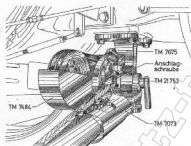
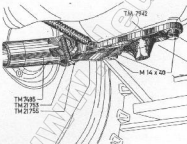

Abb. 10
Abb. 11
7. Die kpl. montierte vordere Abstützung wird am Lagerkopf TM 7073 durch den Lugerbolzen TM 21753 mit der vorderen Lagerplatte TM 7075 verbunden und durch den Klappsplint TM 21755 gesichert (Abb. 10).
8. Dann wird das hintere Tragrohr am Lagerkopf TM 7485 mit der hinteren Lagerplatte TM 7942 durch Einstekken des Lagerbolzens TM 21753 verbunden und durch den Klappsplint TM 21755 gesichert (Abb. 11). Hierbei ist es zweckmäßig, die beiden Befestigungsschrauben M 14 x 40 der hinteren Lagerplatte TM 7942 etwas zu lösen, um die Flucht des Lagerbolzens korrigieren zu können.
Zu diesem Zweck sind zuerst die Sechskantschrauben an dem Lagerkopf TM 7073 des vorderen Tragrohres (Abb. 10) und die Sechskantschrauben am Lagerkopf TM 7485 des hinteren Tragrohres (Abb. 11) zu lösen, so daß eine Längseinstellung der Tragrohre vorgenommen werden kann.